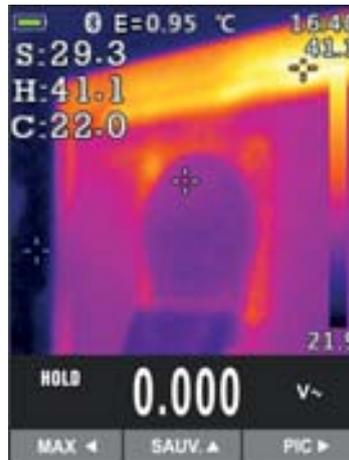

Fig. 45: Sauvegarde image IR
- Appuyer sur la touche **HOLD/REL** pour fixer le résultat. Le message « HOLD » et la touche **SAUV. ▲** apparaît à l'écran (voir Fig. 45)